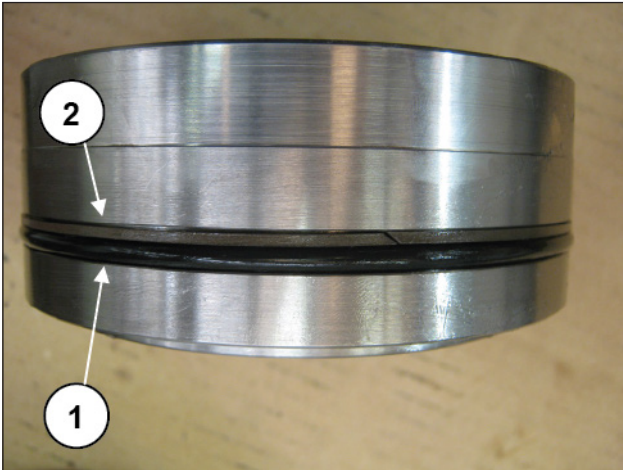

Abb. 194
Montieren Sie den O-Ring (Pos. ①, Abb. 194) und den Stützring (Pos. ②, Abb. 194) auf die Druckventilkappe.